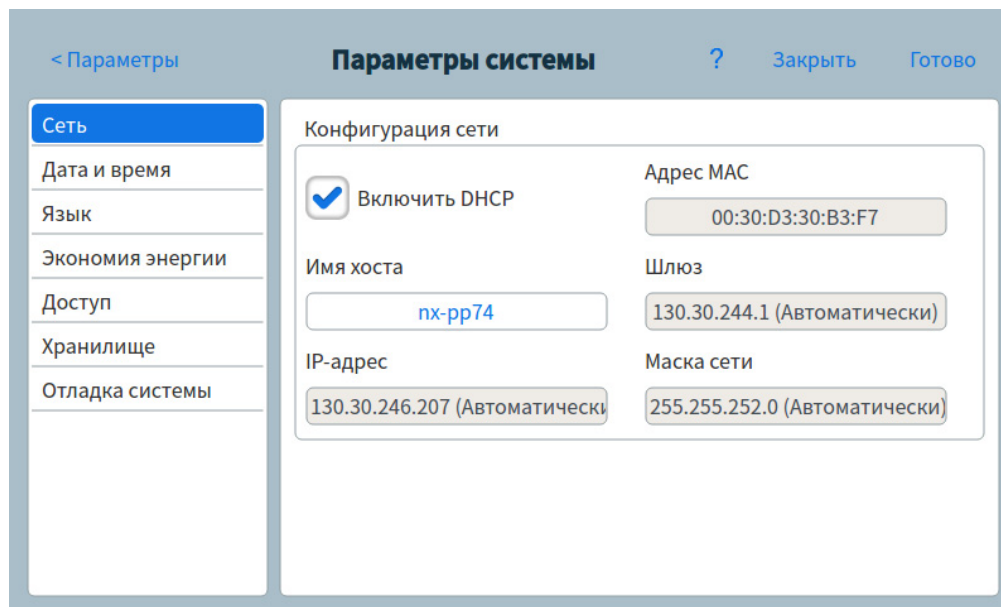

Рис. 44. Страница конфигурации сети
- 1 На странице системных параметров нажмите кнопку выбора страницы **Сеть**. Появится страница конфигурации сети. См. **Рис. 44**.